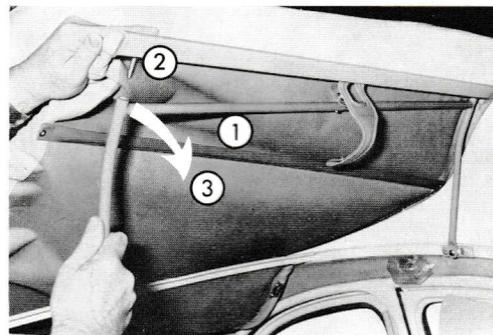

Abb. 26 - Ganzöffnung des Rollverdecks
- Vom Klapprahmen die Zapfen (Abb. 26 (2)) lösen und den Klapprahmen (1) nach vorn schlagen (3).